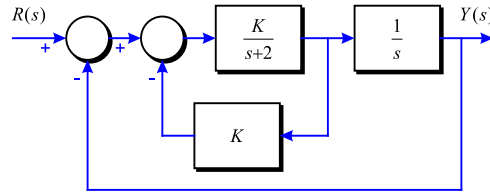

Figura 3-32
**Problema 87** Considereu el sistema de la Figura 3-32. Determineu els valors de  $K$  i  $k$  tals que el sistema total tingui un factor d'esmoreïment  $\zeta = 0.7$  i  $\omega_n = 4$  rad/s.